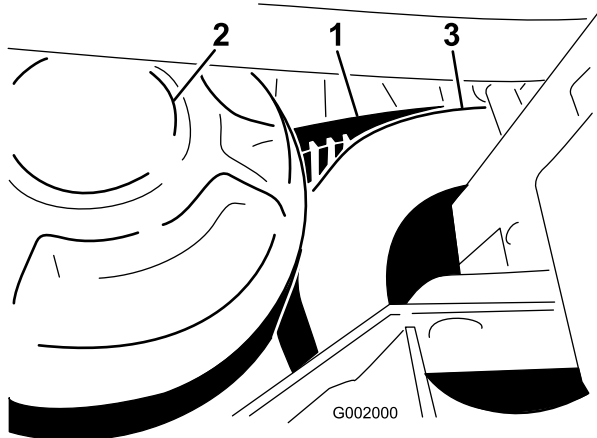

Bild 65
1. Drehen Sie den Riemen und verlegen ihn über die sekundäre Kupplung (Bild 65).